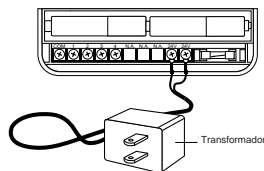

Ilustración 5
2. Enchufe el transformador (vea la ilustración 5).